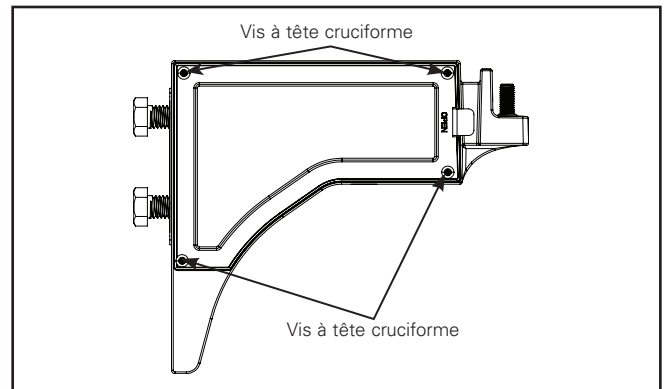

Figure 7.
1. Retirez le couvre-joint sur le bras de montage sur poteau en enlevant les quatre vis à tête cruciforme et en utilisant la languette étiquetée « Open » (Ouvrir). Pas besoin de retirer complètement les quatre vis à tête cruciforme, il y a un anneau en caoutchouc sur chaque vis pour la maintenir sur le couvre-joint. Mettez la porte de côté (figure 7).
- Réinstallez le couvre-joint sur le bras de montage sur poteau à l'aide des quatre vis à tête cruciforme (figure 7). Serrez à un couple de 1,13 Nm (10 lb-po).